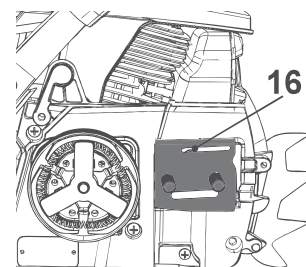

Fig. 46
2. Compruebe el puerto de lubricación (16) por si estuviera atascado, y límpielo si es necesario para garantizar una lubricación adecuada de la espada y la cadena durante el uso de la herramienta. Utilice un alambre blando lo suficientemente pequeño para poder insertarlo en el orificio de descarga de aceite (Fig. 46).